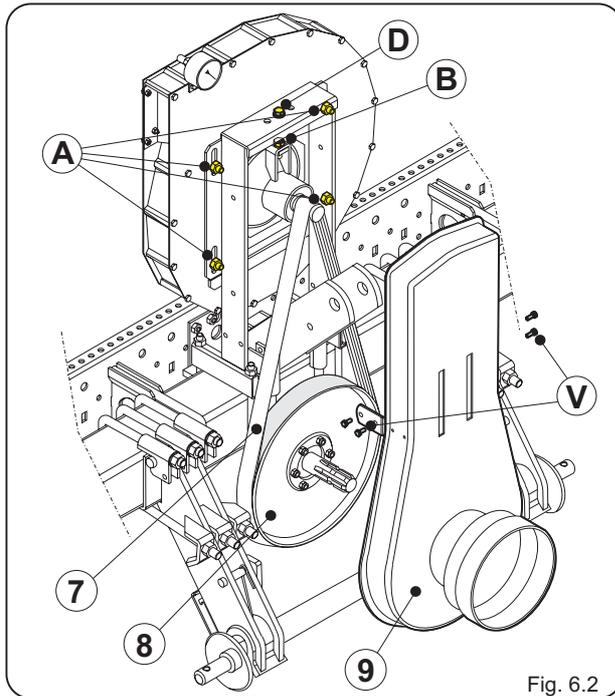

Fig. 6.2
- Ein Riemenantrieb **7** (Abb.6.2), der aus einer Antriebscheibe **8** mit Anschluss für die Zapfwelle und einem Schutzgehäuse **9** besteht.
Ein Überprüfen des Riemens ist daher angebracht. Dazu sind folgende Arbeiten auszuführen: (Abb. 6.2):